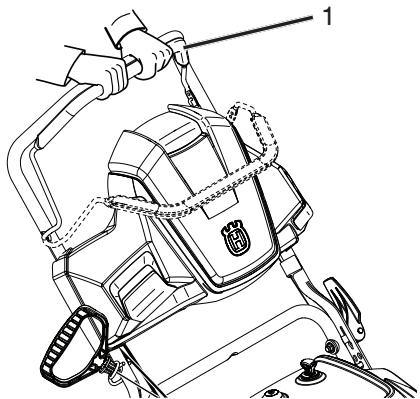

Figure 14
- Pour embrayer les lames de la tarière, maintenir la barre de contrôle contre la poignée (Figure 14).